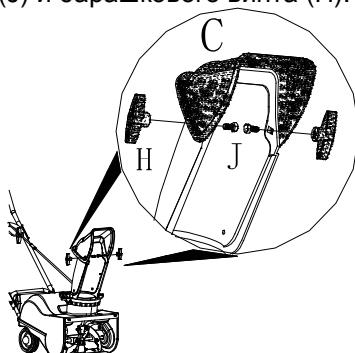

Рис. 7
5. Произведите сборку щитка разгрузочного желоба (C)(Рис.7). Установите щиток (C) на разгрузочный желоб (4), закрепите его при помощи 2 болтов (J) и барашкового винта (H).